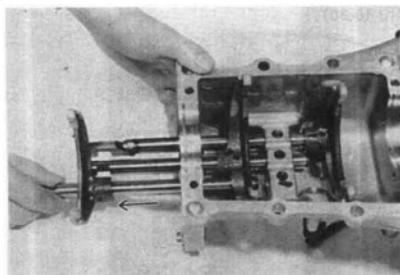

图 10-38
(1) 拔出倒档拨叉轴，同时取出定位钢球和弹簧，注意不要将钢球和弹簧丢失 (图 10-38)。
(2) 用弹簧拆卸工具 (C) (专用工具) 拔出低速齿轮换挡拨叉的拨叉销，拆下拨叉轴。在这过程中注意不可使定位钢球、互锁钢球和弹簧飞出。